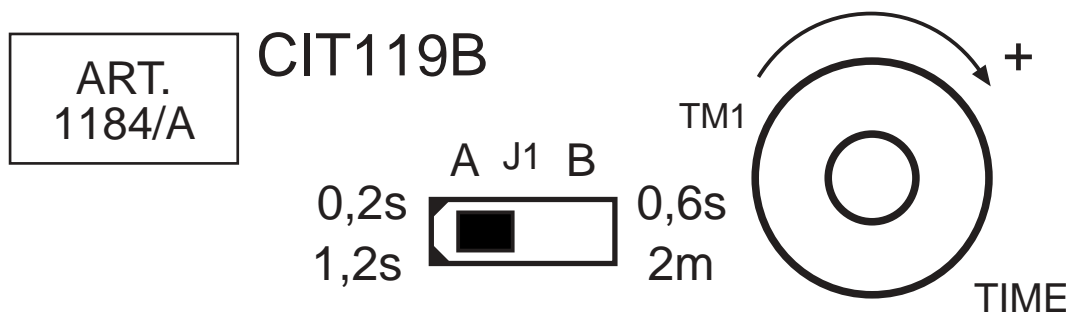

Fig. 1
- * REGOLANDO TM1, È POSSIBILE VARIARE LA TEMPORIZZAZIONE TRA 0,2 E 1,2 SECONDI CON J1 IN POSIZIONE A (FIG. 1) OPPURE TRA 0,6 SECONDI E 2 MINUTI CON J1 IN POSIZIONE B (FIG. 2).
- * BY ADJUSTING TM1, IT IS POSSIBLE TO CHANGE THE TIMING FROM 0.2 TO 1.2 SECONDS WITH J1 IN POSITION A (FIG. 1), OR FROM 0.6 SEC. TO 2 MIN. WITH J1 IN POSITION B (FIG. 2).
- * RÉGLER TM1 POUR VARIER LA TEMPORISATION DE 0,2 À 1,2 SECONDE, LORSQUE J1 EST SUR A (FIG. 1), OU DE 0,6 SECONDE À 2 MINUTES LORSQUE J1 EST SUR B (FIG. 2).
- * MET BEHULP VAN TM1, KAN DE TIJD Aangepast WORDEN VAN 0,2 NAAR 1,2 SECONDEN INDIEN J1 IN POSITIE A (FIG. 1) VAN 0,6 SECONDEN NAAR 2 MINUTEN INDIEN J1 IN POSITIE B (FIG. 2).
- * DURCH EINSTELLEN VON TM1 KANN DIE ZEIT MIT J1 IN STELLUNG A (ABB. 1) ZWISCHEN 0,2 UND 1,2 SEKUNDEN ODER MIT J1 IN STELLUNG B (ABB. 2) ZWISCHEN 0,6 UND 2 MINUTEN EINGESTELLT WERDEN.
- * REGULANDO TM1, E POSSIVEL VARIAR A TEMPORIZAÇÃO ENTRE 0,2 E 1,2 SEGUNDOS COM J1 NA POSIÇÃO A (FIG. 1) OU ENTRE 0,6 SEGUNDOS E 2 MINUTOS COM J1 NA POSIÇÃO B (FIG. 2).
- * REGULANDO TM1, ES POSIBLE CAMBIAR LA TEMPORIZACION ENTRE 0,2 Y 1,2 SEGUNDOS CON J1 EN POSICION A (FIG. 1) O ENTRE 0,6 SEGUNDOS Y 2 MINUTOS CON J1 EN POSICION B (FIG. 2).